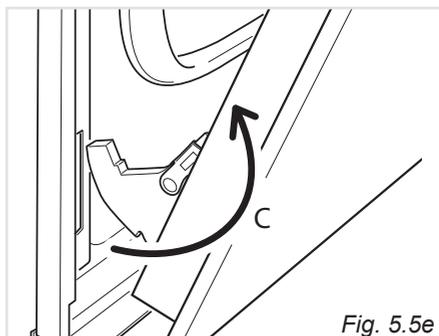

Fig. 5.5e
- Estrarre i ganci delle cerniere dalla loro posizione seguendo la freccia "C" (fig. 5.5e).